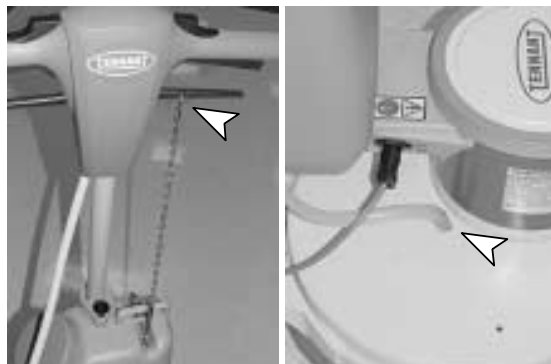

BILD. 4
3. Koppla kedjan till spaken för vätskeflödeskontroll. Koppla vätsketillförselslangen till kopplingen vid maskinbasen (bild 4).